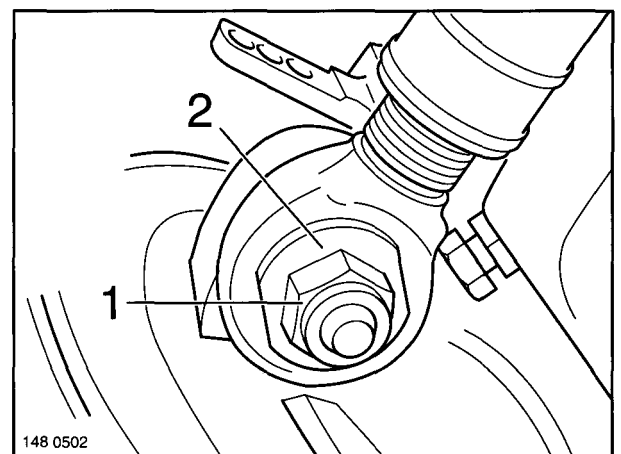

Fig. 8
- (4) Fit the lower washers (Fig. 8/2) and attach new lock nuts (Fig. 8/1), tightening them to the specified torque of 550 Nm.
- (4) Placer les rondelles inférieures (figure 8/2) et visser des écrous de sûreté (figure 8/1) neufs en les serrant à 550 Nm.
- (4) Untere Scheiben (Fig. 8/2) aufstecken und neue Sicherungsmuttern (Fig. 8/1) mit dem vorgeschriebenen Anziehdrehmoment von 550 Nm aufschrauben.